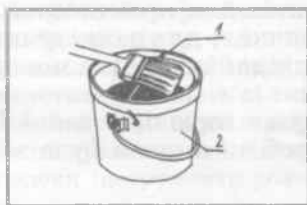

Рис. 94
- покладіть щітку на підставку (рис. 94) або у тримач (див. рис. 92) і ніколи не залишайте її щетиною донизу у банці з фарбою.